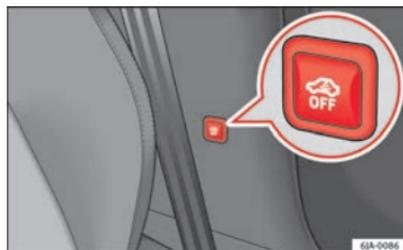

Fig. 49 Botão para a vigilância do habitáculo e o controlo do sistema anti-reboque
- Ao pressionar o botão  ⇒ Fig. 49 na coluna central, o símbolo de cor vermelha , que se encontra dentro do botão, passa a laranja.